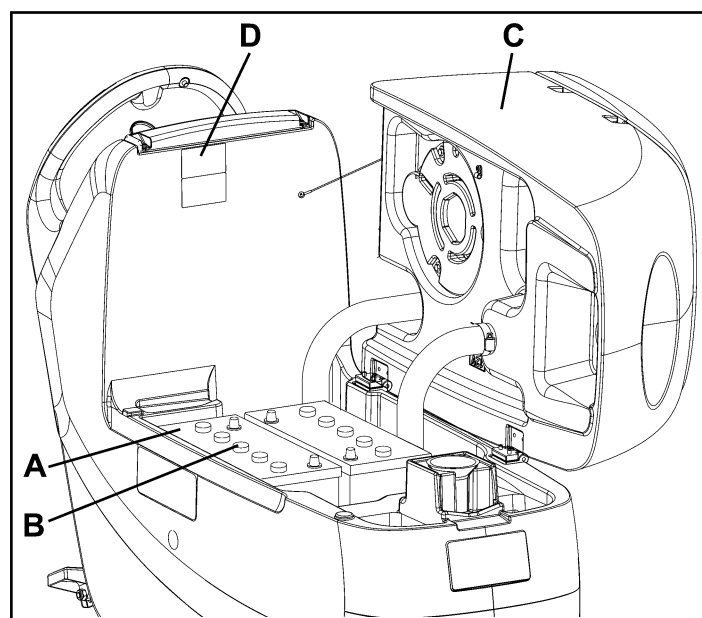
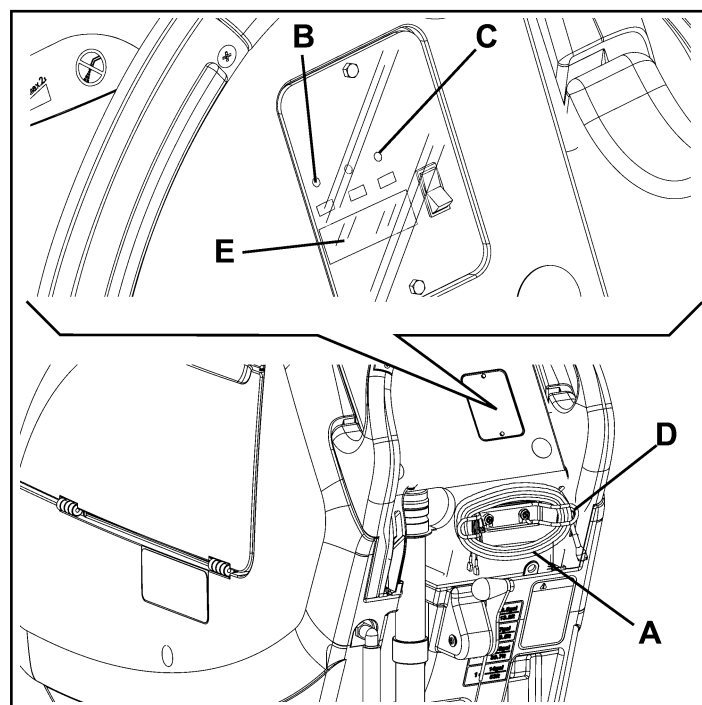

Figure 39
Figure 40
7. Brancher le câble (A, Fig. 40) du chargeur de batterie au réseau électrique [la tension et la fréquence de réseau doivent coïncider avec les valeurs correspondantes du chargeur de batterie, indiquées sur la plaque avec numéro de série de la machine (D, Fig. 39)].
Lorsque le témoin lumineux rouge (B, Fig. 40) s'allume fixe sur le tableau de bord du chargeur de batterie, il indique que le chargeur de batterie est en train de charger les batteries.
Pour de plus amples informations relatives au fonctionnement du chargeur de batterie (E, Fig. 40), se référer au manuel spécifique.